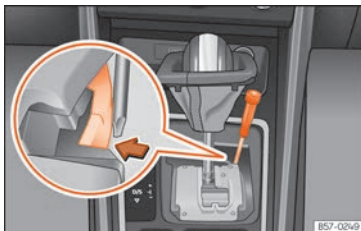

Fig. 57 Palanca selectora: desbloqueo de emergencia en la posición de aparcamiento.
- Con ayuda de un destornillador, presione lateralmente la pestaña amarilla de desbloqueo y manténgala presionada **fig. 57**.